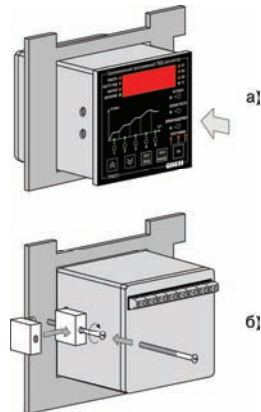

Рис. 6.2. Установка прибора в корпусе щитового крепления
- 1. Вставьте прибор в специально подготовленное отверстие на лицевой панели щита (см. прил. А и **рис. 6.2, а**).
- 2. Вставьте фиксаторы из комплекта поставки в отверстия на боковых стенках прибора (**рис. 6.2, б**).